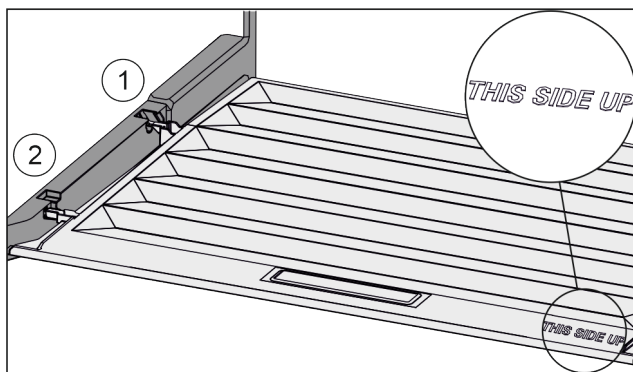

Fig. 150
- ▶ Introduceți nervura capacului prin orificiul suportului posterior Fig. 150 (1) și înclișetați-l în față în suport Fig. 150 (2).